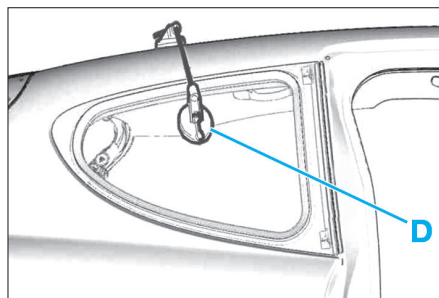

FIG. 28
- Reposer la fixation (9).
- A l'aide de ventouse, procéder à un montage afin d'exercer une pression constante sur la custode (Fig.28).